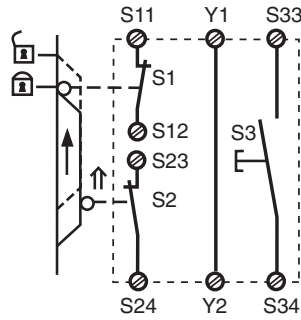

Fig. 3: zweikanalige Schutztürsteuerung, manueller Start/Two-channel safety gate control, manual reset/commande par 2 canaux avec validation manuelle
- manueller Start: Taster an S33-S34 anschließen (Fig. 3 und 5).
- réarmement manuel : câblage d'un poussoir sur les bornes S33-S34 (Fig. 3 et 5).